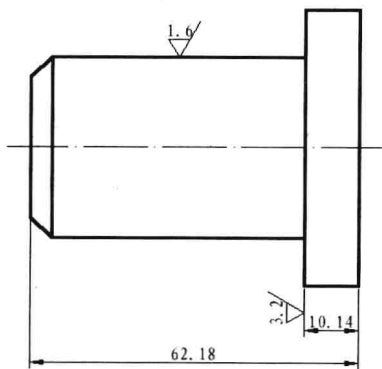

图 6-1-11
(7) 命令行提示“指定插入点或 [基点(B)/ 比例(S)/ 旋转(R)]”，单击一点作为插入点，属性块对象即可被放置在该点位置。
(8) 命令行提示“输入属性值，输入粗糙度值 <0.0>”，输入“1.6”，按 Enter 键。在视图中插入带属性的块。
(9) 在“块”面板中单击“插入”按钮，打开“插入”对话框，选择块名称“属性粗糙度”，“旋转”项目下角度设置为“90”，单击“确定”按钮，在视图中单击一点。命令行提示“输入属性值，输入粗糙度值 <0.0>”，输入“3.2”，按 Enter 键。在视图中插入逆时针旋转 90 度的属性块，如图 6-1-11 所示。